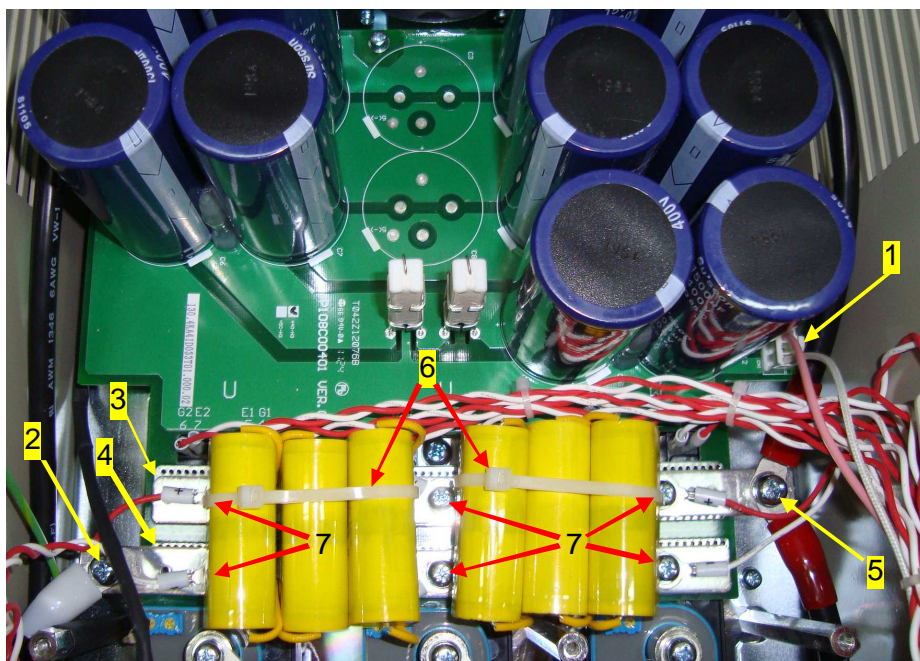

Рисунок 6.35
6.12.1 Выкрутить винты 2 и 5 (рисунок 6.35). Положить винты в тару.
6.12.2 Разрезать и снять стяжки 6 (рисунок 6.35).
6.12.3 Выкрутить винты 7, снять конденсаторы, установленные на шинах 3 и 4 (рисунок 6.35). Положить винты и конденсаторы в тару.
6.12.4 Снять шины 3, 4 (рисунок 6.35) и положить в тару.
6.12.6 Отсоединить розетку в разъеме 1 (рисунок 6.35).